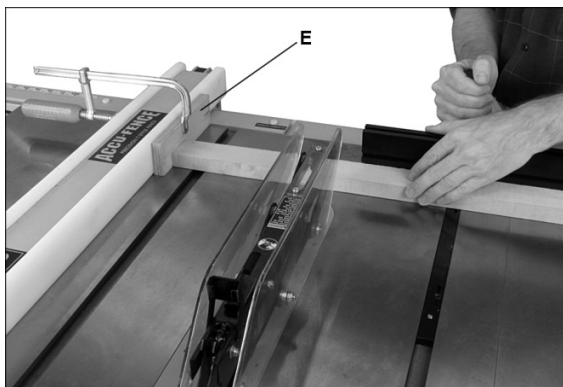

Рис. 9-8
- Запрещается использовать угловой и продольный упоры одновременно, если на упоре не установлен вспомогательный брусок, позволяющий отпиленным частям заготовки свободно отделяться до того, как начнется следующий распил (Рис. 9-8).
При поперечном распиле **запрещается** удерживать заготовку только руками, а также использовать упор в качестве ограничителя, если перед пильным диском не установлен вспомогательный брусок (Е, Рис. 9-8), который позволяет свободно отделяться отпиленным частям заготовки перед началом следующего реза.